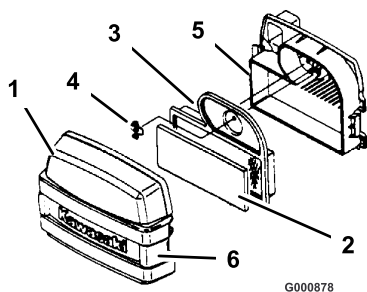

Bild 32
4. Reinigen Sie den Bereich um den Luftfilter, um zu verhindern, dass Schmutz in den Motor gelangt und Schäden verursacht. Lösen Sie beide Seitenriegel und nehmen die Luftfilterabdeckung ab (Bild 32).
5. Schieben Sie den Schaumeinsatz vorsichtig vom Papiereinsatz herunter (Bild 32).
6. Schrauben Sie die Flügelmutter los und entfernen Sie den Papiereinsatz (Bild 32).
1. Schieben Sie den Schaumeinsatz vorsichtig auf den Papierluftfiltereinsatz (Bild 32).
2. Schieben Sie die Luftfiltergruppe auf das Luftfilterunterteil und drehen die Flügelmutter auf (Bild 32).
3. Bringen Sie die Luftfilterabdeckung an und befestigen Sie die Riegel (Bild 32).